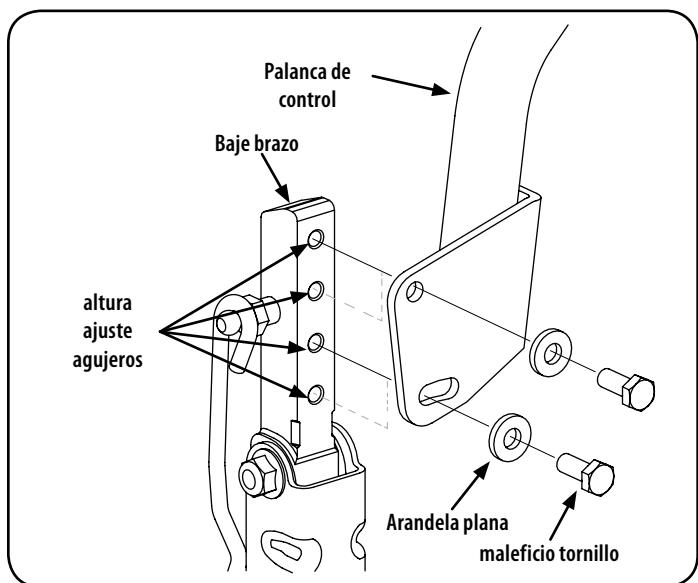

Figura 10
- Mientras sujetá la palanca de control para evitar que se caiga, quite el tornillo hexagonal y la arandela plana de la parte inferior de la palanca de control y el brazo inferior. Consulte la Figura 10.